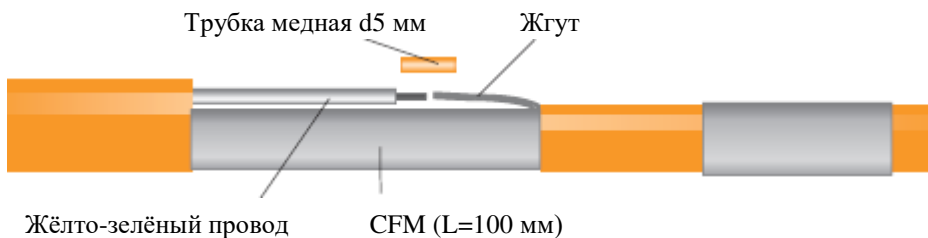

Рисунок 7
3.10. На место соединения надвинуть термоусадочную трубку CFM 19/6 длиной 100 мм, при этом жгут из экранирующей оплётки и жёлто-зелёный провод вывести из торцов (Рисунок 7). Усадить трубку CFM (температура гарантированной усадки от 120°C до 170°C). Жёлто-зелёный провод соединить со жгутом, при помощи медной трубки d5 мм и обжать.